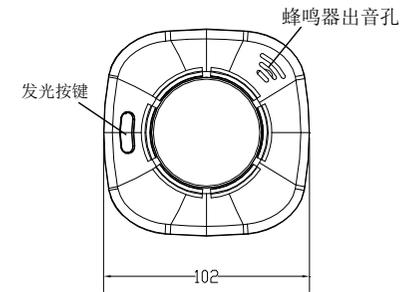

图 2
说明：上图中，上盖、PCB 板、底座组装成一个整体（下称“报警器”），安装座为一个独立整体（图 2）。
3. 报警测试功能：探测器接入电源后即可进入正常工作，指示灯约60秒闪亮一次（绿色），按下测试按键（位置见图2），蜂鸣器发出报警声同时指示灯恒亮（红色），松开测试按钮探测器恢复正常工作状态；
5. 报警消音功能：报警器报火警后，按下测试按键（位置见图2）3秒以上为报警消音，报警器的消音周期为10~20秒，在消音周期内报警器不会再报警，消音后探测器回到正常工作状态（此时若探测器内仍然有烟雾且烟雾浓度达到设定报警浓度则探测器还会继续报警）；